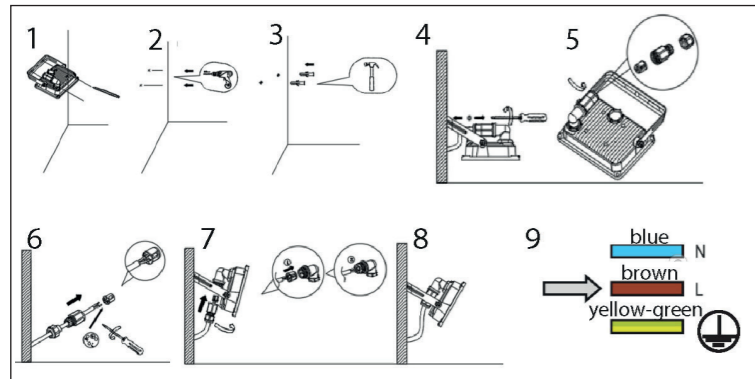

Fig. 2 : Mounting
5.1 Montage van de LED-buitenschijnwerper (fig. 2 - 4)
- Boor de montage­gaten met een geschikt gereedschap. Zie fig. 2 en 3.
5.1 Montering af LED udendørs projektør (Fig. 2 - 4)
- Bor monteringshullerne med et egnet værktøj. Se fig. 2 og 3.